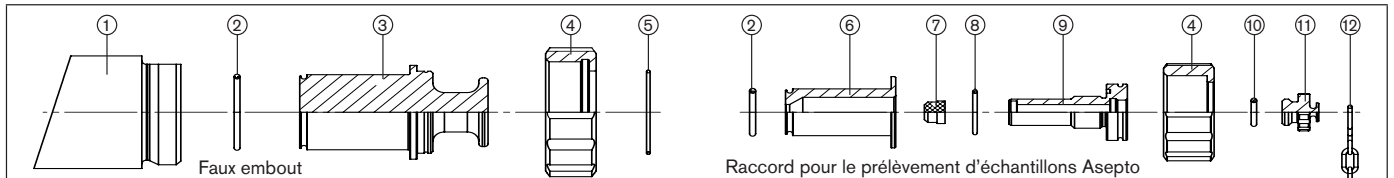

Fig. 2 : Montage du faux embout et du raccord pour prélèvement d'échantillons Asepto Type BBS-11
- ▶ Pendant le fonctionnement et/ou en présence de pression, seul le capuchon pour le prélèvement d'échantillons (voir « Fig. 2 », croquis de droite avec la chaîne) peut être ouvert. Celui-ci s'ouvre en quelques tours.